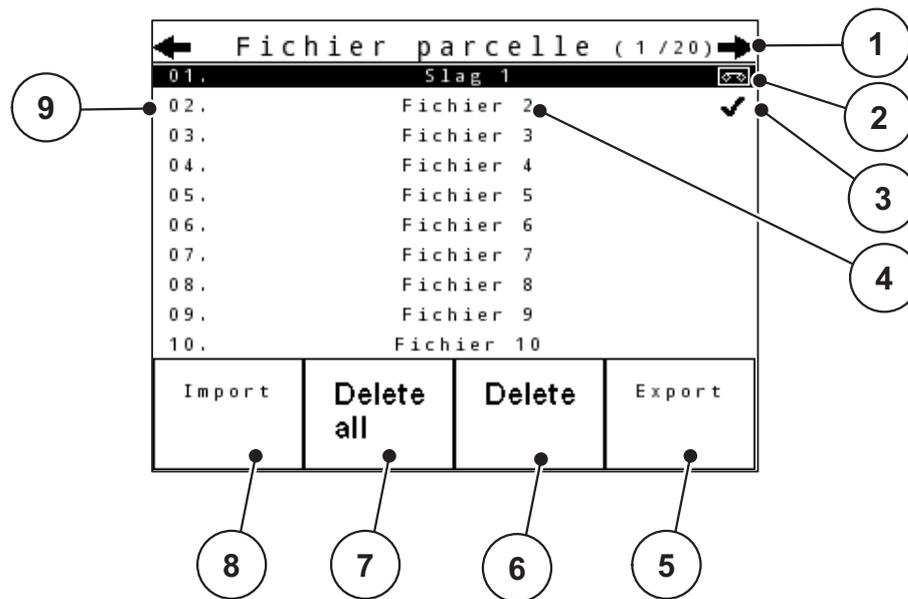

Figure 4.15 : Menu Fichier
2. Appuyer sur la touche de fonction **F1 Import** (voir figure 4.15).
2. Appuyer sur la touche de fonction **F4 Export** (cf. figure 4.15).